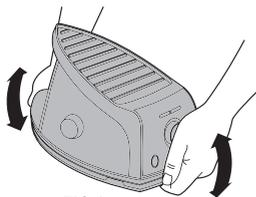

FIG.1
4. Sujetando la base con ambas manos, agite suavemente el Centro de Planchado (procure que la plancha no se suelte de la base)(Fig1).